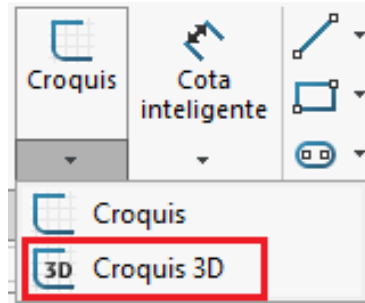
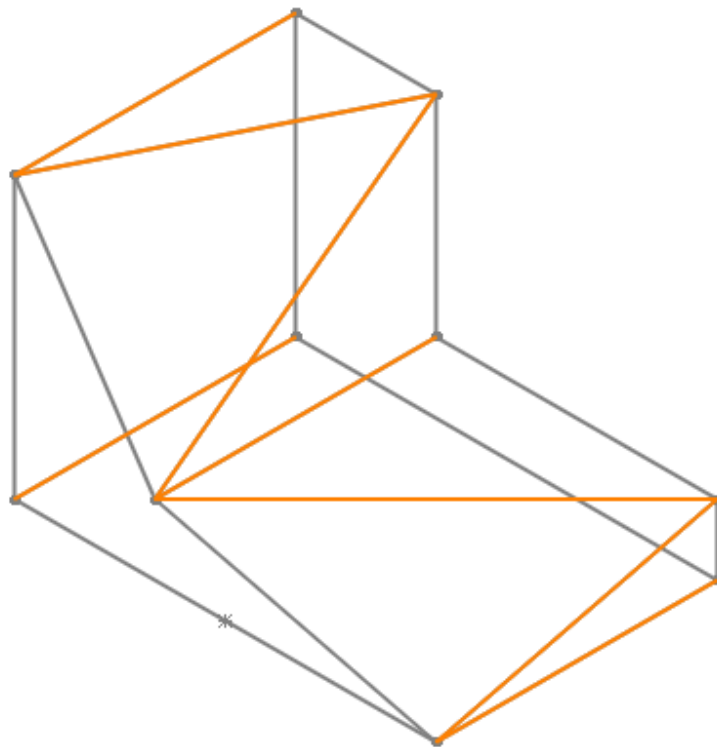

Ilustración 121
Ilustración 122
Paso 2: Se realiza un **Croquis 3D** ubicado en la pestaña croquis en el menú de la herramienta croquis (ver ilustración121), con esta herramienta se unen los perfiles previamente realizados (ver ilustración 122).